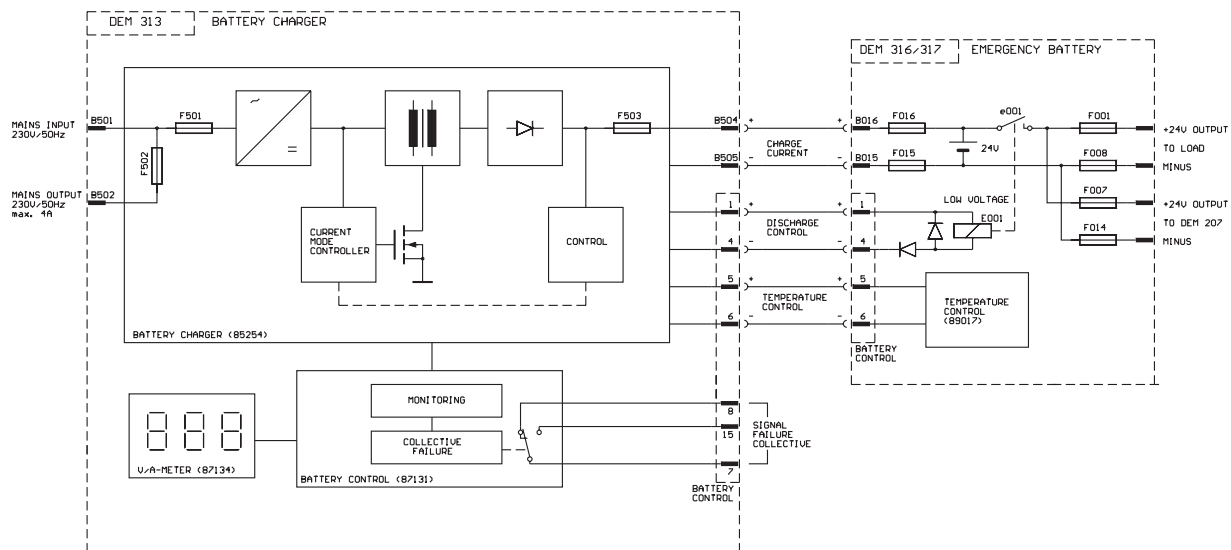
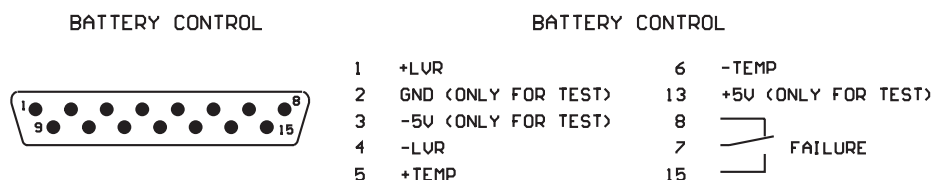

Fig. 1 Branchement de la batterie au chargeur
Fig. 2 Assignation des contacts du connecteur BATTERY CONTROL
- Le connecteur D-sub BATTERY CONTROL (9) du chargeur doit être relié au connecteur D-sub BATTERY CONTROL du module batterie (voir aussi Figure 1 et paragraphe 3.1).
- La sortie CHARGE OUTPUT (8) du chargeur doit être reliée à l'entrée CHARGE CURRENT du module batterie. Faites attention à la polarité (voir Figure 1). La section des câbles reliant le chargeur au module batterie doit être au minimum de 2.5 mm², leur longueur doit rester inférieure à 2 mètres, et les connecteurs doivent être de modèle AMP, isolés, contacts plats, 6,3 x 0,8 mm.
- Vous pouvez brancher l'autre appareil sur la prise de renvoi secteur MAINS OUTPUT (5), à condition qu'il ne demande pas plus de 4 A. Cette prise MAINS OUTPUT (5) est protégée contre toute surcharge par un fusible (4) de type T4A. Tout calibre supérieur n'est pas autorisé.
- Une fois tous les branchements correctement établis, vous pouvez relier l'appareil au secteur avec le câble fourni. Le câble secteur vient se brancher sur l'embase 3 pôles (7) de l'appareil
Le connecteur D-sub 15 contacts BATTERY CONTROL (9) permet de disposer de diverses entrées/sorties de contrôle : (Voir également Figure 2):
Pour bénéficier de l'adaptation de la tension de charge en fonction de la température, il faut installer le kit de mesure de température (référence NRS 90200) selon les instructions fournies, et le relier au chargeur (voir aussi les Figures 1, 2 et Sections 3.1, 6.9).
Pour éviter toute décharge complète de la batterie, il faut utiliser des relais appropriés, en les reliant au chargeur comme indiqué Figure 1 ou Figure 2. La résistance totale des bobines des relais ne doit pas être inférieure à 70 ohms.
Le signal de problème général est conçu sous la forme d'un contact flottant, permettant de reporter à longue distance des problèmes dus soit à la batterie elle-même (déconnexion en cas de tension trop basse (LOW VOLTAGE), erreur de polarité ou court-circuit), soit dus à des problèmes de chargeur (absence de tension ligne (LINE VOLTAGE), surtension (OVERVOLTAGE) ou défaillance du circuit de charge (CHARGE CURRENT)). Le problème rencontré est indiqué sur l'appareil lui-même, la LED correspondante s'allumant ou s'éteignant (voir page 2 et Section 6.1 à 6.6). Le contact flottant de problème général est câblé sur le connecteur D-sub BATTERY CONTROL (9) (voir Figure 2).